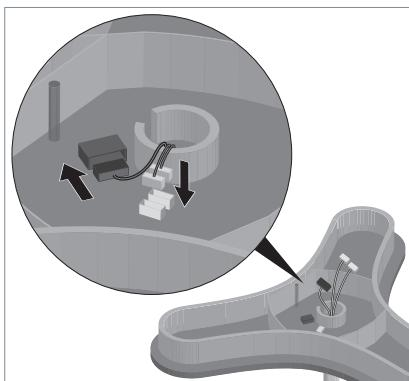

Fig. 7: Raccorder la tête du luminaire.
- ▶ Enfitez la grande fiche et les deux petites dans le connecteur femelle de la tête du luminaire, voir Fig. 7.